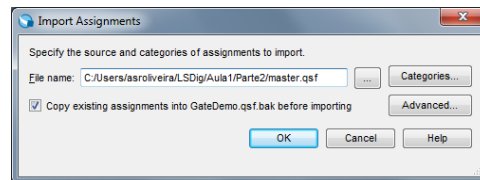

Figura 42 – Importação do ficheiro “master.qsf” com as definições dos pinos da FPGA ligados aos dispositivos do kit.
13. Importe as definições de pinos da FPGA da placa de desenvolvimento, usando o menu “Assignments→Import Assignments” (Figura 42).